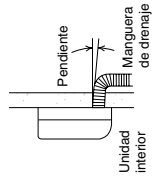

Fig. 3-40
- a) La manguera de drenaje debería estar inclinada hacia abajo y hacia el exterior. (Fig. 3-40)